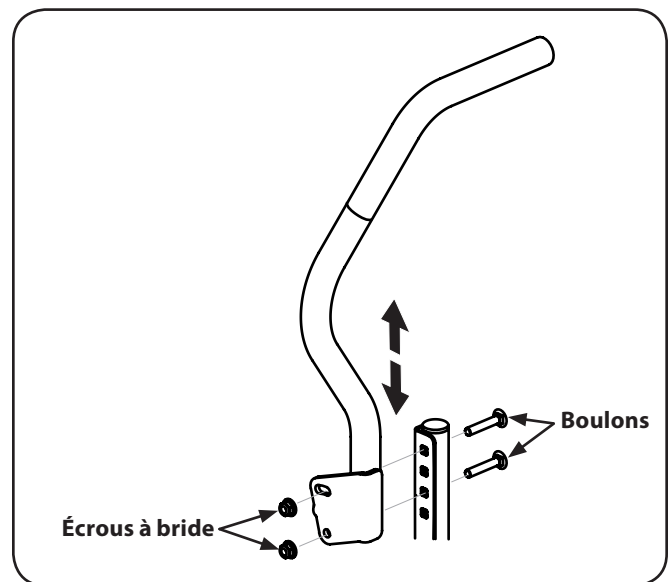

Figure 3-7
1. Retirez les écrous autobloquants à bride des boulons de carrosserie qui fixent les barres de conduite. Voir Figure 3-7.